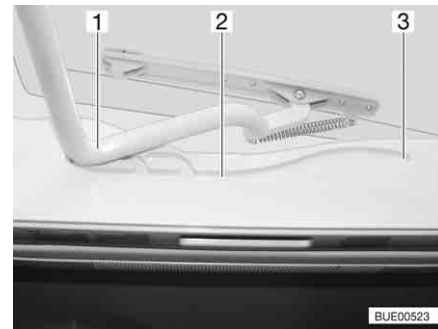

Fig. 111 Lanterneau Heki, glissière
- Tirer l'étrier (Fig. 111,1) dans les glissières (Fig. 111,2) jusque dans la position la plus reculée (Fig. 111,3).
- Pousser l'étrier (Fig. 111,1) légèrement vers le haut avec les deux mains.
- Tirer l'étrier dans les glissières (Fig. 111,2) jusqu'à la position souhaitée.